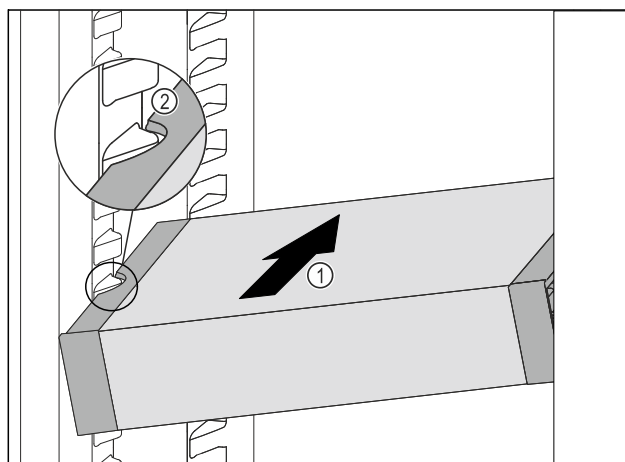

Fig. 125
- Zasuňte VarioSafe do chladničky pod úhlem tak Fig. 125 (1), aby vybrání na bocích Fig. 125 (2) VarioSafe byla na úrovni žebrování na nádoby v chladničce.